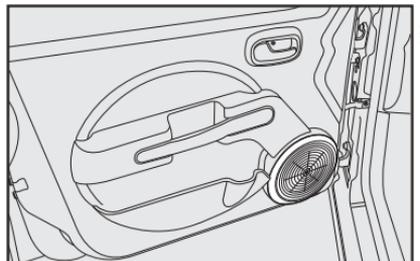

fig. 99
- dos altoparlantes full-range delanteros de 6" con 20 W RMS de potencia **fig. 99**.